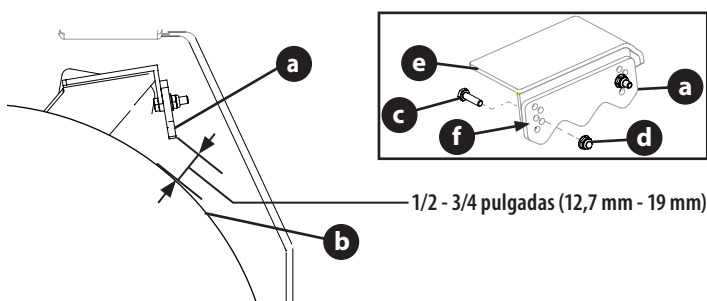

Figura 24
2. Con el freno de mano desacoplado, mida la distancia entre la cuña del freno (a) y el neumático trasero (b) a ambos lados de la cortadora de césped (Figura 24 a la página 57). Esta medida debe ser entre 1/2 y 3/4 (12.7 mm - 19 mm).
4. Si fuese necesario, realice lo siguiente para ajustar las cuñas del freno (Figura 24 a la página 57):